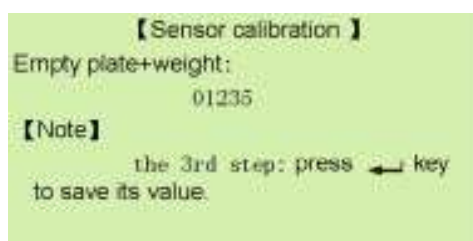

Рис. 25
4) Когда показания на мониторе установятся, нажмите  после этого снимите груз как на Рис. 25.